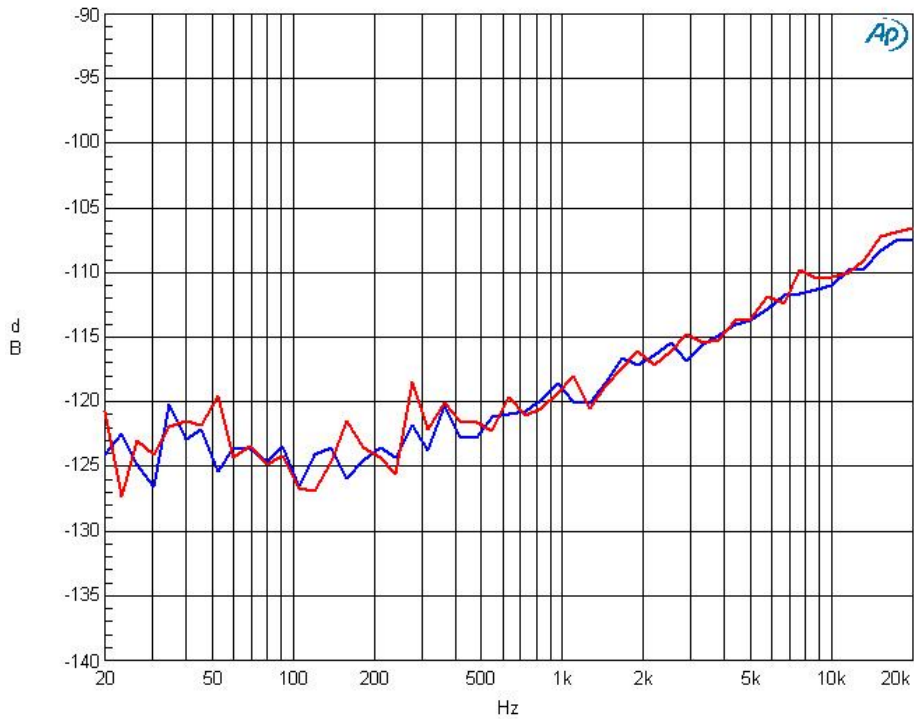

Figure1-8. Crosstalk (Input level=0dB)
- Figure 1-8. Crosstalk (Input Level=0dBFS)